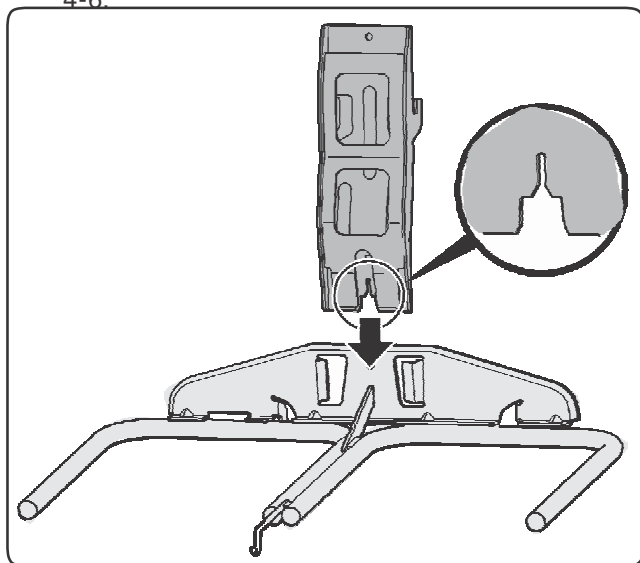

Figure 4-7
1. Sätt de krockade ändarna av fästet över bultarna på sidan av ramen, som i Fig. 4-7.